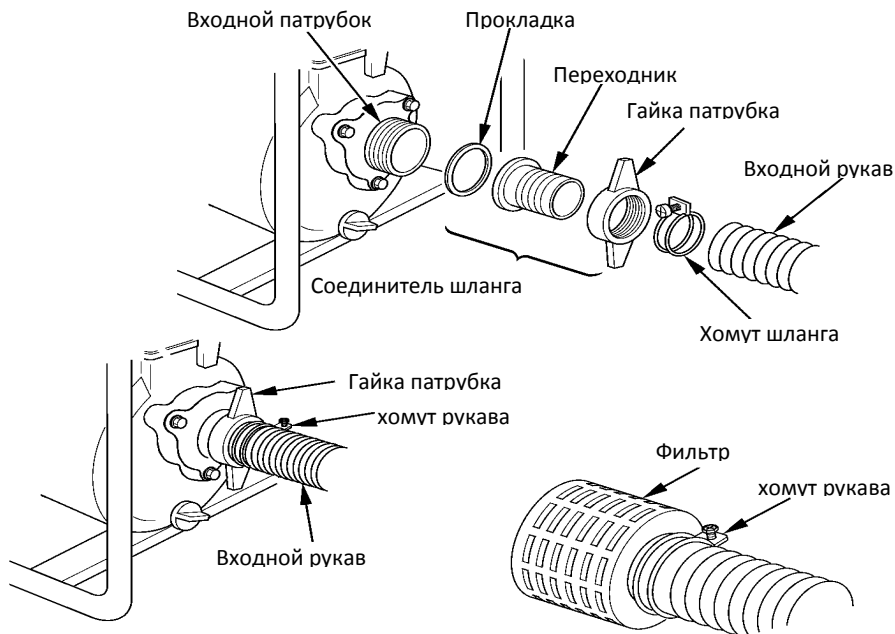

Рис.10
3. Смонтировать детали всасывающего и подающего тракта, для этого используйте имеющиеся в продаже рукава, и штатные соединители и хомуты. Необходимо использовать несминаемые (гофрированные) рукава, исключаящие «переламывание». Длина всасывающего рукава не должна превышать требуемую расчетную величину, так как от этого зависит максимальная эффективность работы насоса. Последовательность соединения показана на Рис.10